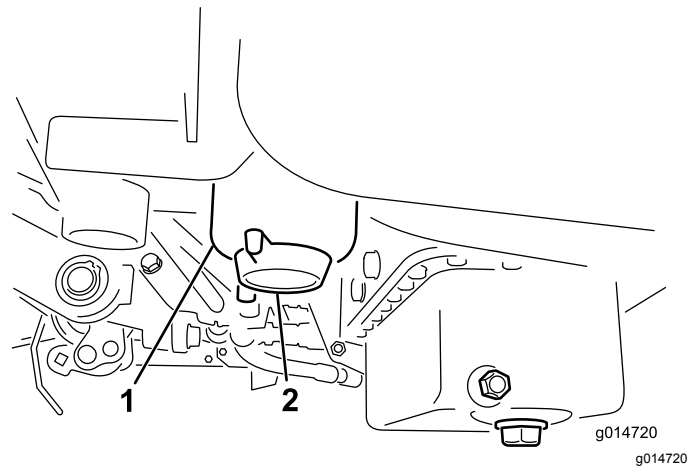

Figura 30
3. Aprite il tappo di spurgo sul filtro del carburante di circa un giro e lasciate fuoriuscire l'acqua accumulata (Figura 30).